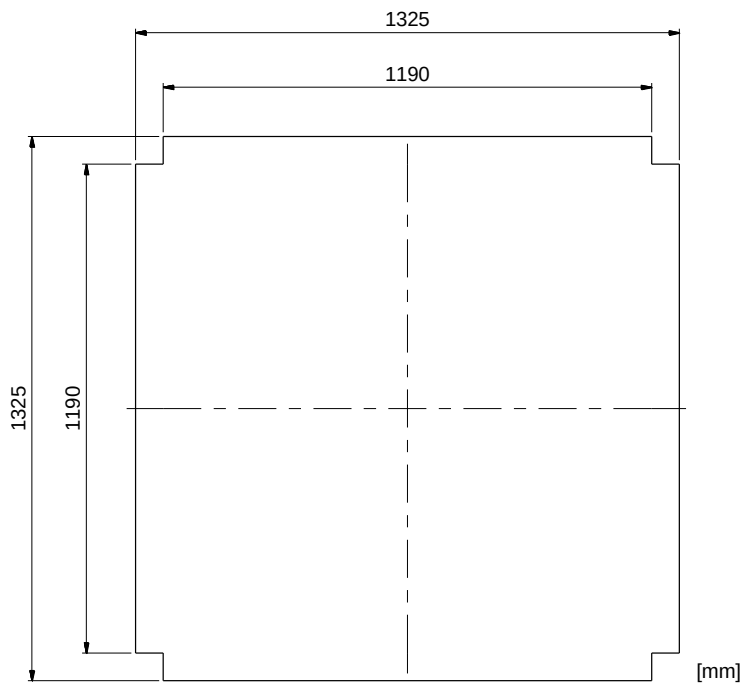
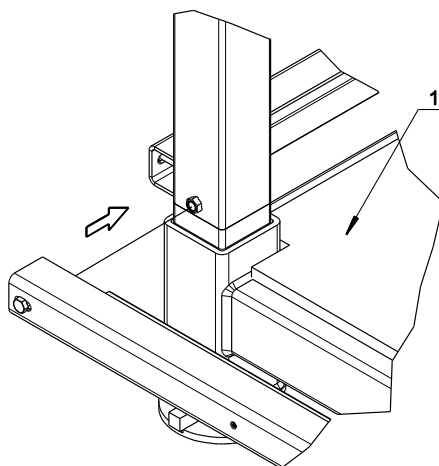

Bild 21. Dimension på Bottenskiva av plywood.
Bild 22. Placering av Ballaststöd.
5.1 Kontrollera att alla fyra hörnstolpar är korrekt monterade i Bottenramen. Kapa en 18 mm plywoodskiva, som uppfyller kraven i EN 636-3, till måtten enligt Bild 21 och lägg i botten av Bottenramen. Bulta fast de åtta Ballaststöden i svetsmuttrarna som sitter på Hörnstolparna. Använd de förmonterade bultarna på Ballaststöden, se Bild 22. I detta steg är det inte nödvändigt att dra åt bultarna hårt.